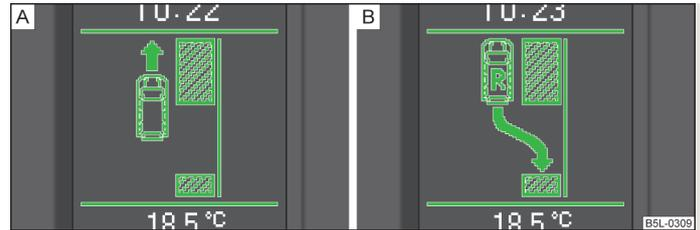

Abb. 102 Informationsdisplay: Parklücke erkannt mit dem Hinweis weiter vorzufahren **A** und für das Einlegen des Rückwärtsgangs **B**
- Wenn der Parklenkassistent eine geeignete Parklücke erkannt hat, wird die Parklücke im Informationsdisplay angezeigt » Abb. 102 **A**.
- Noch weiter vorfahren, bis die Anzeige **B** » Abb. 102 erscheint.